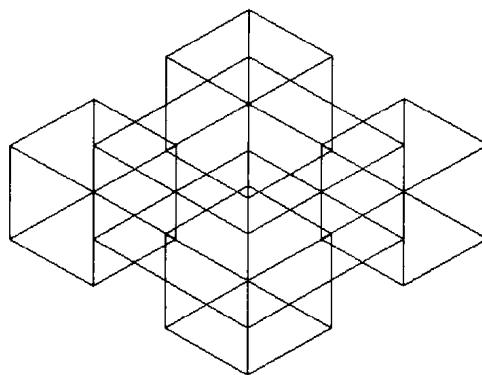

图 1-24 5个互重叠在一起的长方体
(1) 假设已经创建了 5 个长方体，并相互重叠在一起，如图 1-24 所示。
选择对象: (选择图 1-24 中的各实体)